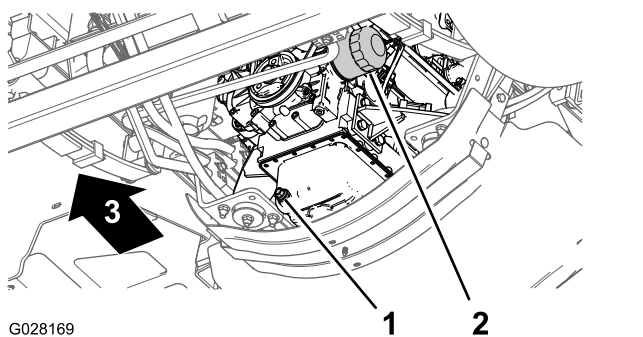

図 67
3. エンジンオイルフィルタの下にオイルを受ける容器をおく図 67。
4. 古いオイルフィルタ図 67を外す。
8. アダプタにフィルタを取り付け、ガスケットがアダプタに当たるまでフィルタを右に回し、そこから更に 1/2 回転増し締めする図 67。
1. ドレンプラグの下にオイルを受ける容器をおく図 67。
2. ドレンプラグ 図 67 を外して排出されるオイルを回収する。